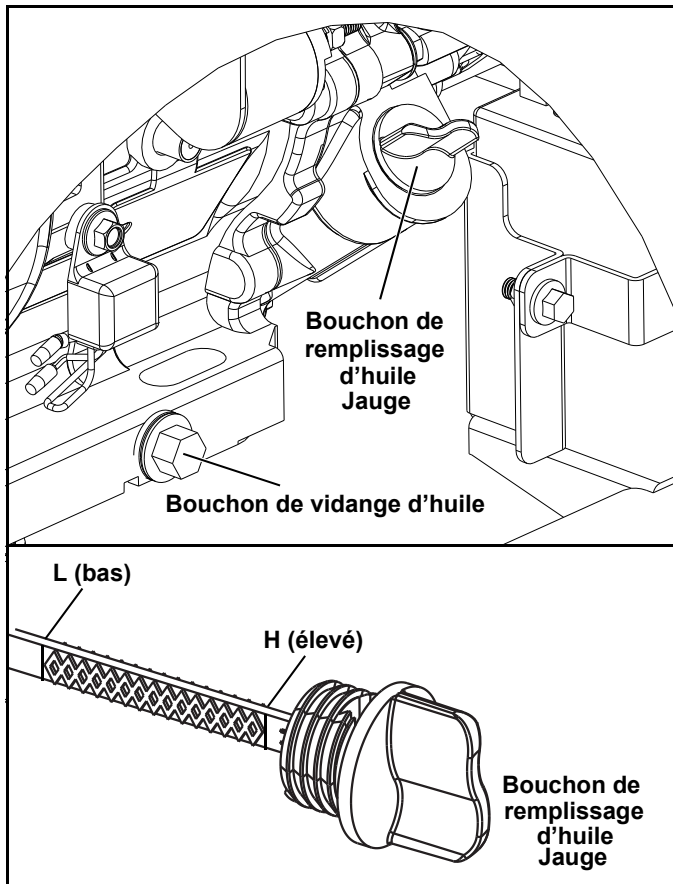

Figure 4-1. Emplacement du bouchon de vidange d'huile et du bouchon de remplissage
1. Nettoyez la zone autour du bouchon de remplissage d'huile. Voir la Figure 4-1.